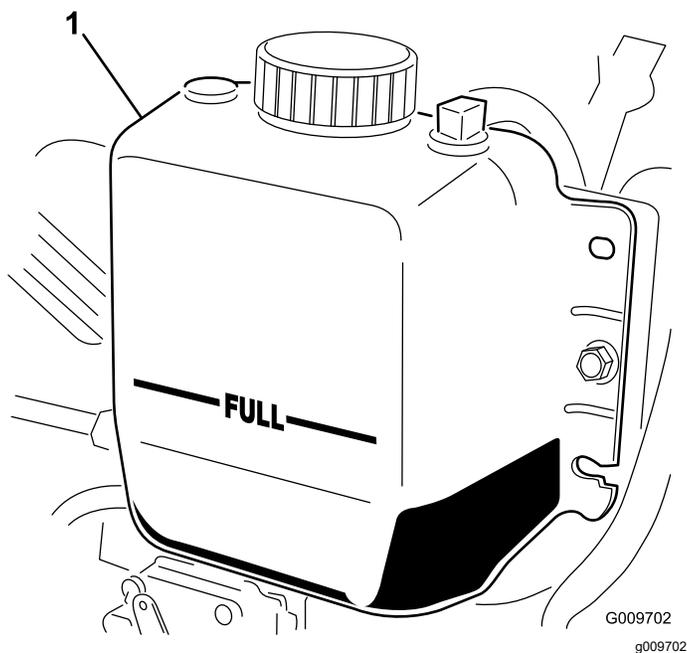

Figura 70
3. Verifique o nível do líquido de arrefecimento do radiador. O radiador deverá encontrar-se cheio de líquido até ao cimo do tubo de enchimento e o nível do líquido no depósito de expansão deverá atingir a marca CHEIO (Figura 70).